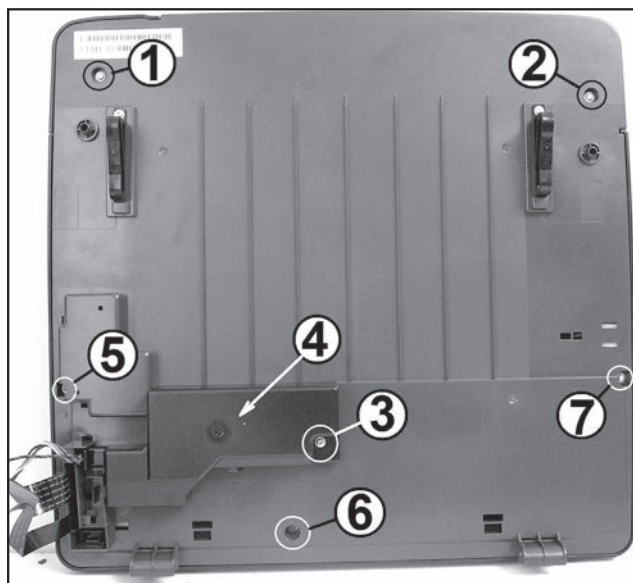

Рис. 103
1. Располагают блок сканера нижней стороной вверх, панелью управления от себя. Откручивают саморезы 1 и 2 (рис. 103) крепления панели управления.
1. Располагают блок сканера нижней стороной вверх, лицевой стороной от себя. Откручивают саморез 3 (рис. 103) крепления крышки 4. Перемещают крышку в правую сторону, поднимают вверх и снимают ее с основания блока сканера.
2. Откручивают саморезы 5-7 (рис. 103) крепления верхней половины к основанию.